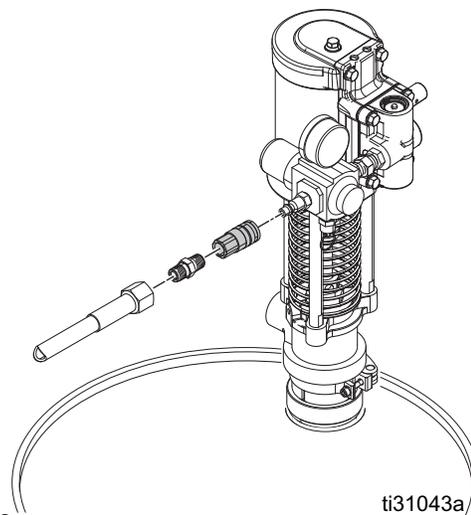

FIG. 9
5. Monte la tubería de aire (76 mm (3/8") de diámetro interno mínimo) con el acoplador neumático de desconexión rápida suministrado. Vea la FIG. 9.